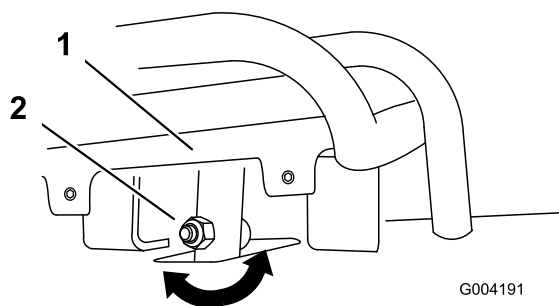

Figura 53
4. Se la parte anteriore del comando della trazione non rimane dritta e a filo con la barra di riferimento, allentare il dado flangiato e imbullonare lo stelo del comando della trazione (Figura 53).
5. Regolare il comando della trazione in modo che rimanga a filo con la barra di riferimento quando viene tirato all'indietro (Figura 53 e Figura 54).
- C. Allentare il dado flangiato e il bullone nello stelo del comando della trazione (Figura 53).
- I. Regolare il comando della trazione in modo che rimanga a filo con la barra di riferimento quando viene tirato all'indietro (Figura 53 e Figura 54).